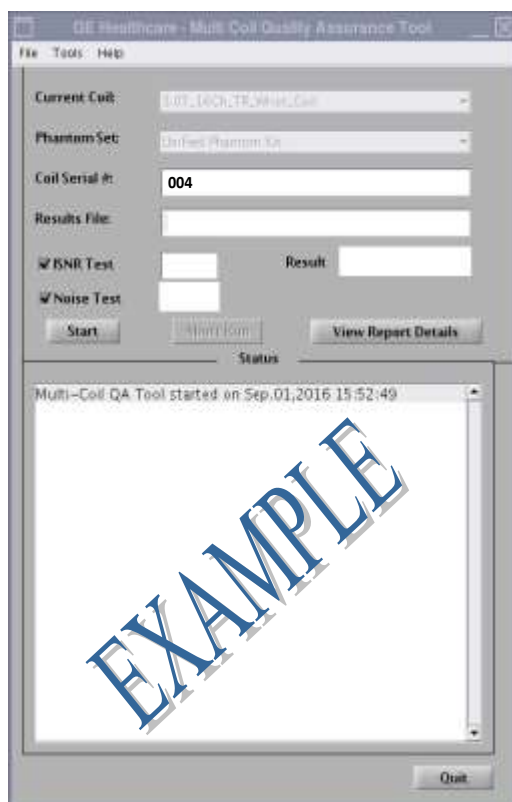

Fig. 3
Câmpul bobinei curente va fi completat automat (vezi Fig. 3), pe baza ID-ului bobinei conectate la LPCA. Introduceți numărul serial al bobinei testate în câmpul Nr. serial bobină.
2. Faceți clic pe **[Start]** (Pornire) pentru a începe testul. (vezi Fig. 3). În funcție de numărul de locuri de testare (complexitatea bobinei), testul poate dura între 3 și 5 minute.